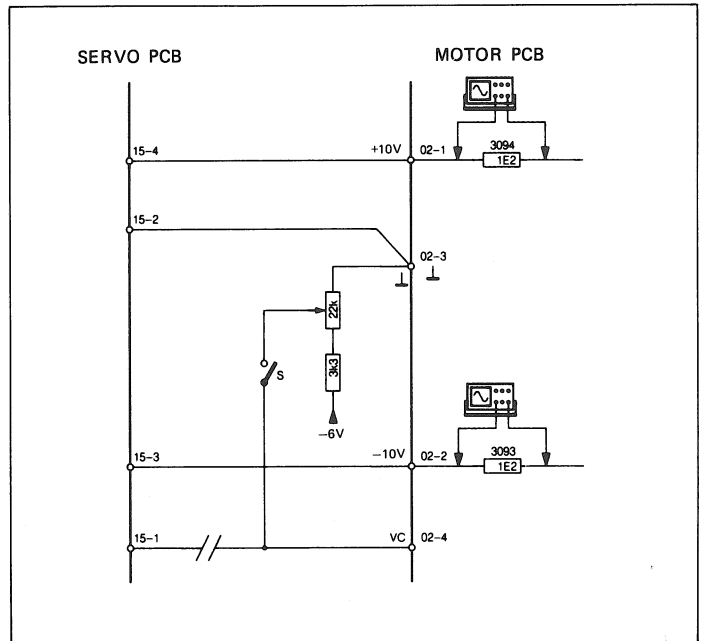
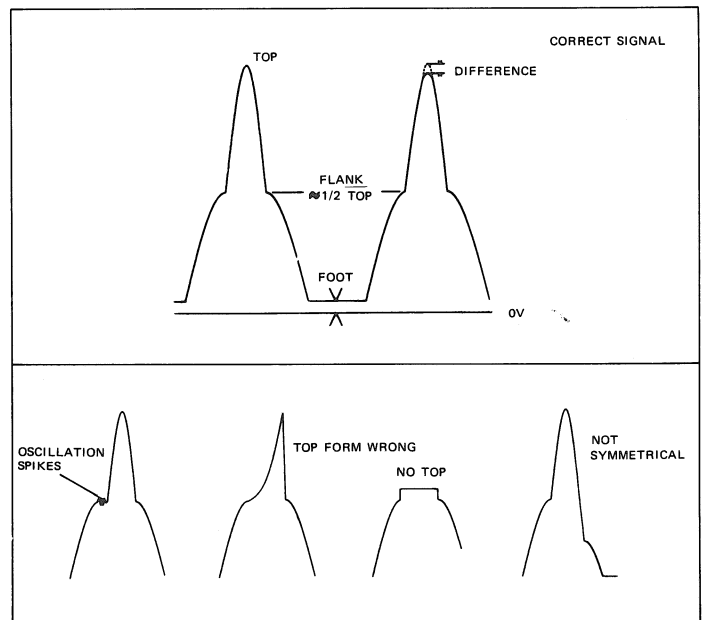

Fig. 4.18
Fig. 4.19
-> fig. 4.18 / fig. 4.19
- Pour un bon fonctionnement le signal doit avoir les valeurs suivantes (fig. 4.19):
- Exemples de mauvais signaux voir fig. 4.19.